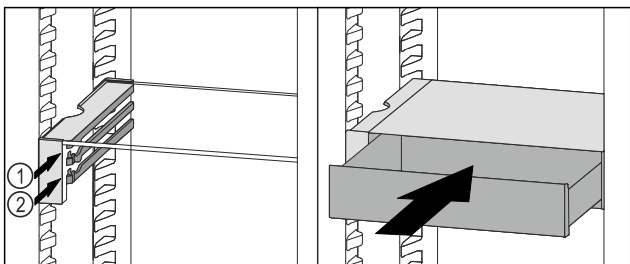

Fig. 136
- ▶ Coloque el cajón VarioSafe en la nervadura deseada Fig. 136 (1) o Fig. 136 (2) detrás de los topes.